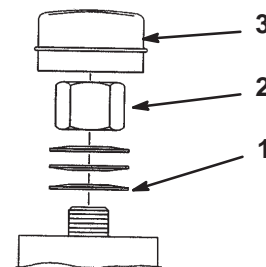

Figure 58
- Retirez le capuchon anti-poussière de la roue et serrez le contre-écrou (Fig. 58).
- Continuez de le serrer jusqu'à ce que les rondelles élastiques soient aplaties, puis desserrez-le de 1/4 de tour pour obtenir la précharge correcte des roulements (Fig. 58).
Important Veillez à installer les rondelles comme illustré à la Figure 58.